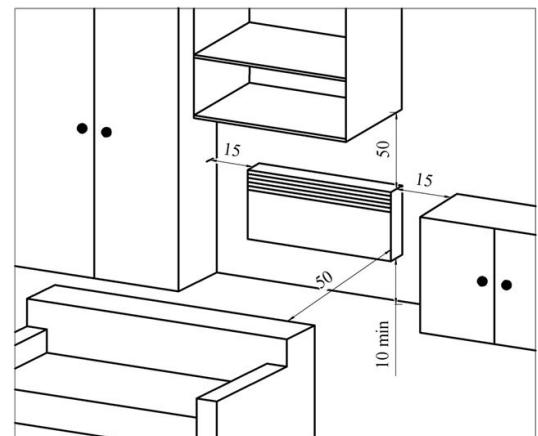
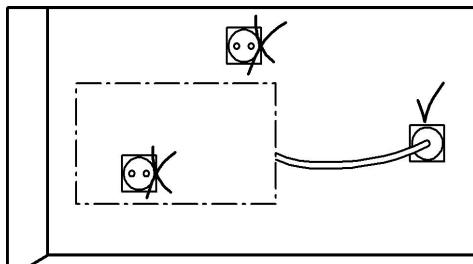

Figura 2
Figura 3
- É necessário manter distâncias mínimas dos objetos ao montar o convector conforme Figura 2 (dimensão em cm), Figura 3;